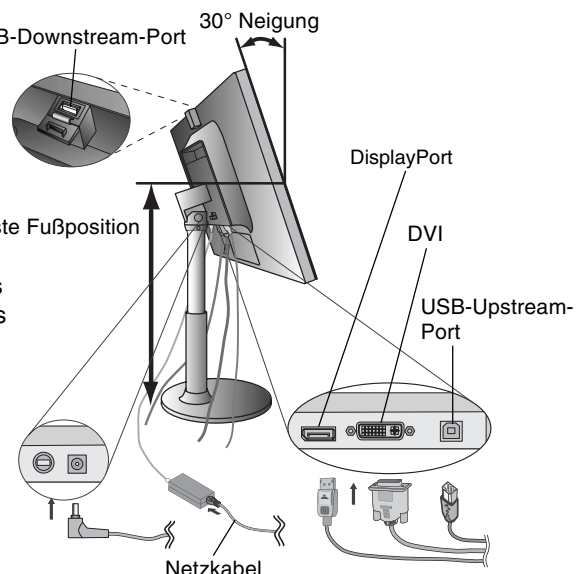
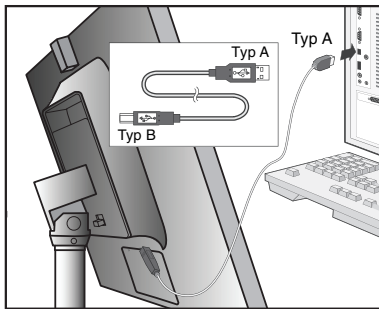

Abbildung B.1
Abbildung B.1a
3. Fassen Sie den LCD-Bildschirm auf beiden Seiten an, neigen Sie ihn in einem Winkel von 30 Grad und heben Sie ihn in die höchste Position (**Abbildung B.1**).
4. Verbinden Sie alle Kabel mit den entsprechenden Anschlüssen auf der Rückseite des Monitors, und schließen Sie das fest montierte Netzkabel an das Wechselstromnetzteil an (**Abbildung B.1**). Verbinden Sie den Anschluss des Typs B mit dem USB-Upstream-Port auf der hinteren rechten Seite des Monitors und den Anschluss des Typs A mit dem Downstream-Port am Computer (**Abbildung B.1a**). Wenn Sie das Kabel eines USB-Geräts verwenden können, schließen Sie es an einen der Downstream-Ports oben an der Rückseite des Monitors an.